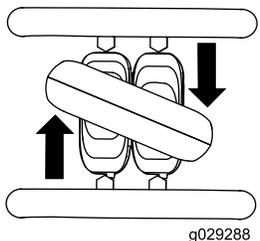

Рисунок 9
- Для того, чтобы повернуть направо, поверните рычаг управления тягой по часовой стрелке (Рисунок 9).